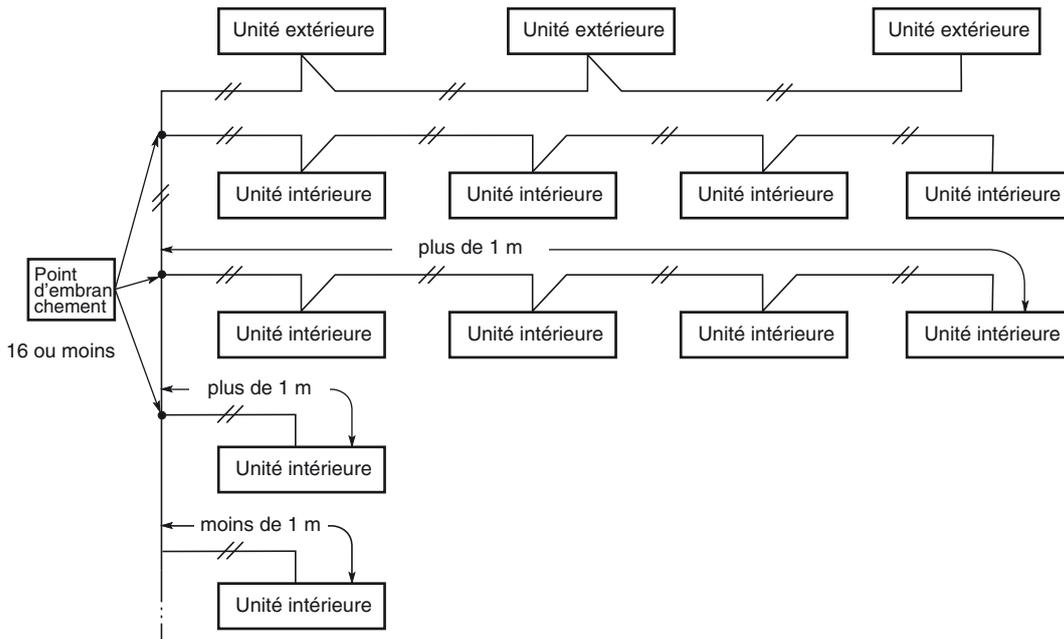

Fig. 4-5
- (4) En cas de branchement du câble de commande entre unités, le nombre de points des branches doit être 16 ou moins. (Les branches qui sont inférieures à 1 m ne sont pas incluses dans le nombre total de branches.) (Fig. 4-5)